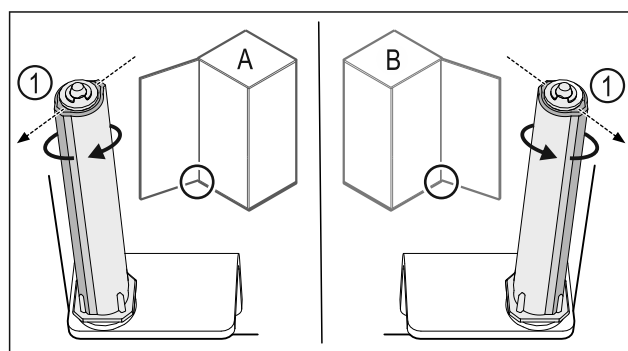

Fig. 55 Kreisais atbalsts (A) / labais atbalsts (B)
- ▶ Grieziet slēgšanas sistēmu pret pretestību, līdz slēgšanas sistēmas balstiņš Fig. 55 (1) ir vērsts uz augšu.